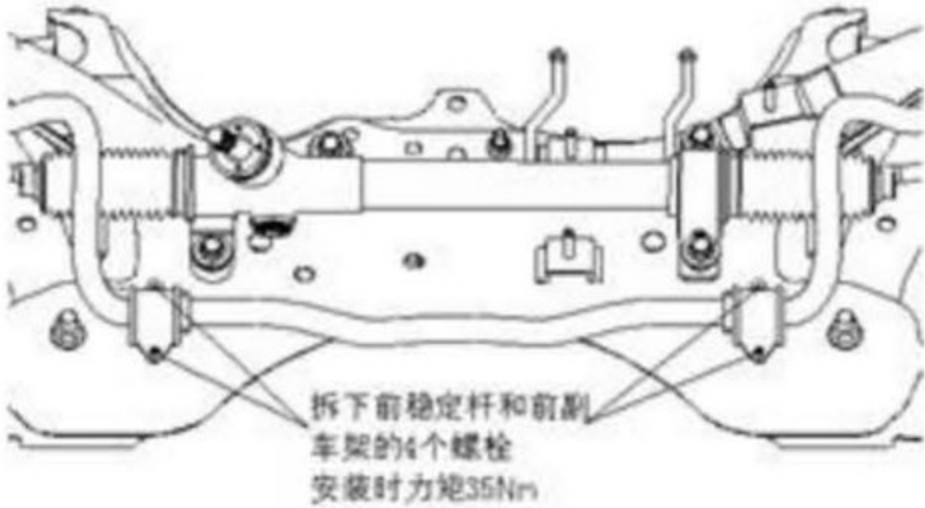

图 5.1-14
(1) 下摆臂总成的拆卸
- ① 旋转转向盘以便移动相应前轮至最小侧位置。
- ② 如图 5.1-14 所示，从球头螺柱上拆卸开口销。